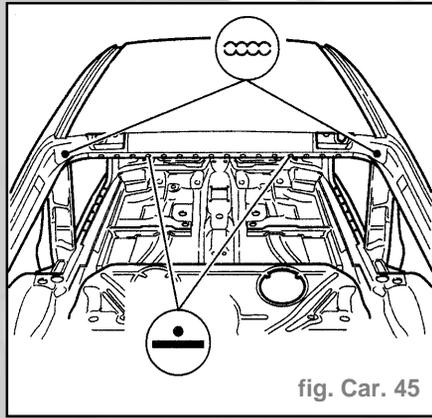

fig. Car. 45
- Souder le pavillon à la pointeuse électrique (fig. Car. 45).